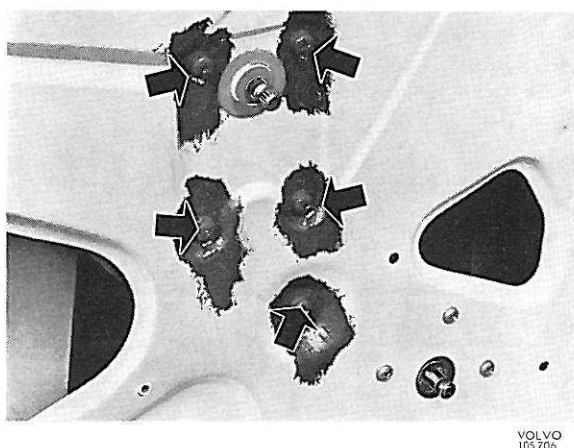

Figure 32. Vis de mécanisme de lève-glace
5. Enlever les cinq vis du mécanisme de lève-glace (figure 32) et déposer le mécanisme.